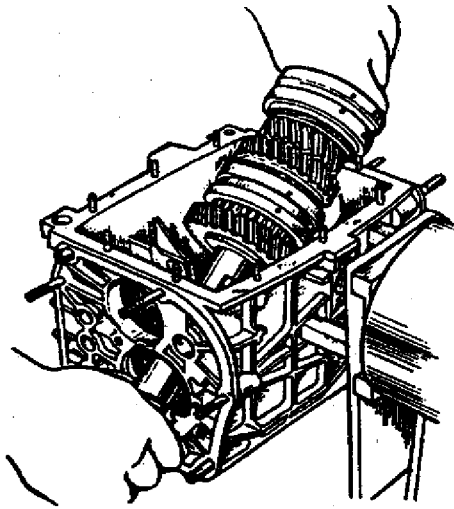

Fig. 3-23. Remoção da árvore secundária
18. Desencaixar a árvore secundária do rolamento intermediário, remover o rolamento intermediário e, inclinando a árvore secundária conforme indicado na fig. 3-23, removê-la como um conjunto completo.